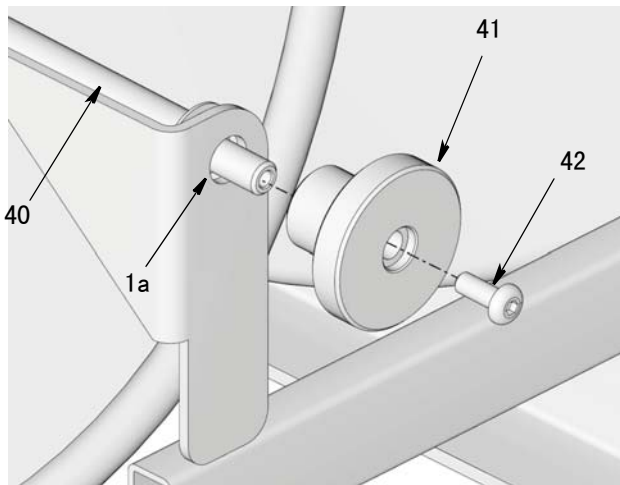
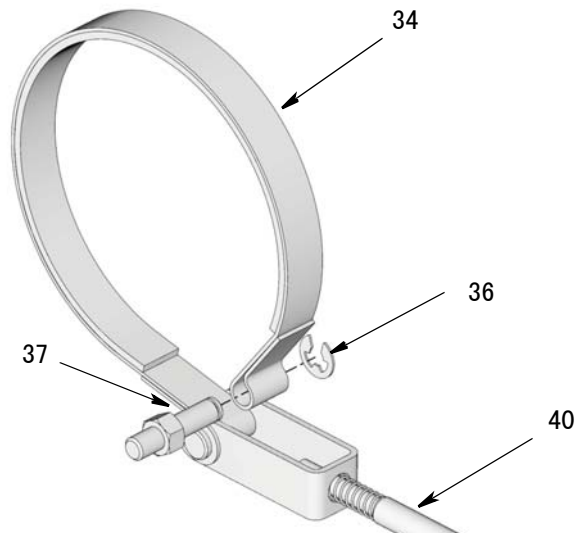

图 27
图 29
2. 逆时针转动旋钮 (41)，以消除制动张力。
3. 松开并卸下旋钮 (41) 上的螺钉 (42) (图 27)。
4. 松开并卸下杆 (40) 末端的旋钮 (41) (图 27)。
5. 卸下螺母 (24)，并拉下锚销 (37) 上的闸带夹头 (34a)。
6. 取下锚销 (37) 上的夹头 (36) (图 29)。
7. 取下闸带 (34) 上的 (37) (图 29)。
8. 取下制动轮毂 (12) 上的闸带 (34)。
9. 拉动框架 (1a) 外的杆 (40) 端 (图 27)。
14. 将杆端 (40) 推过孔 (27b) (图 27)。
15. 在杆端 (40) 上方重新安装旋钮 (41)。安装螺钉 (42)。拧紧螺钉，保持旋钮固定到位 (图 27)。